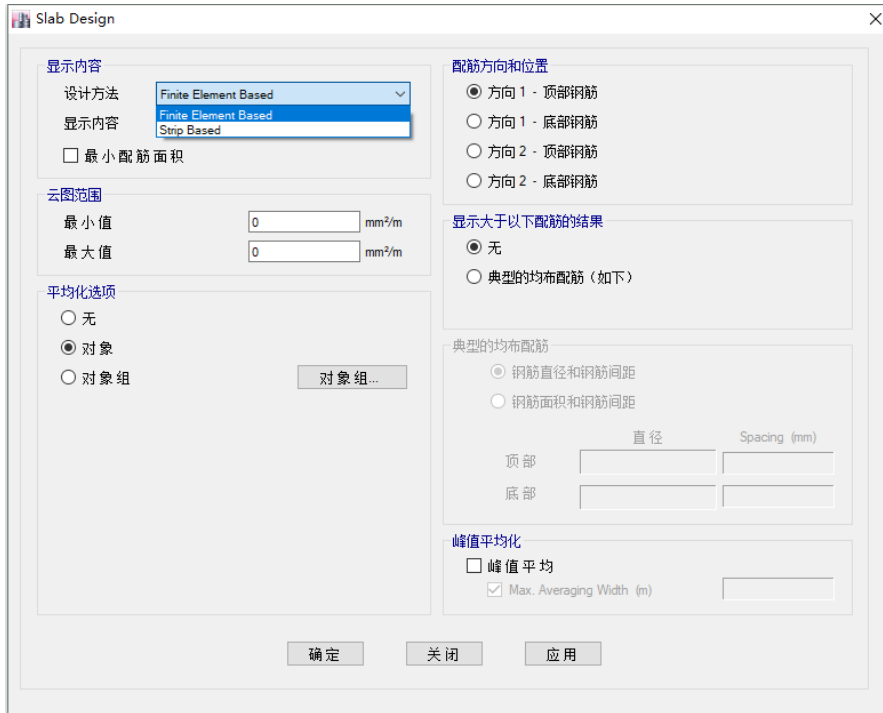

图 10-15 楼板设计结果对话框
9. 点击菜单设计>混凝土楼板设计>显示抗弯设计，弹出楼板设计对话框，如图 10-15 所示：